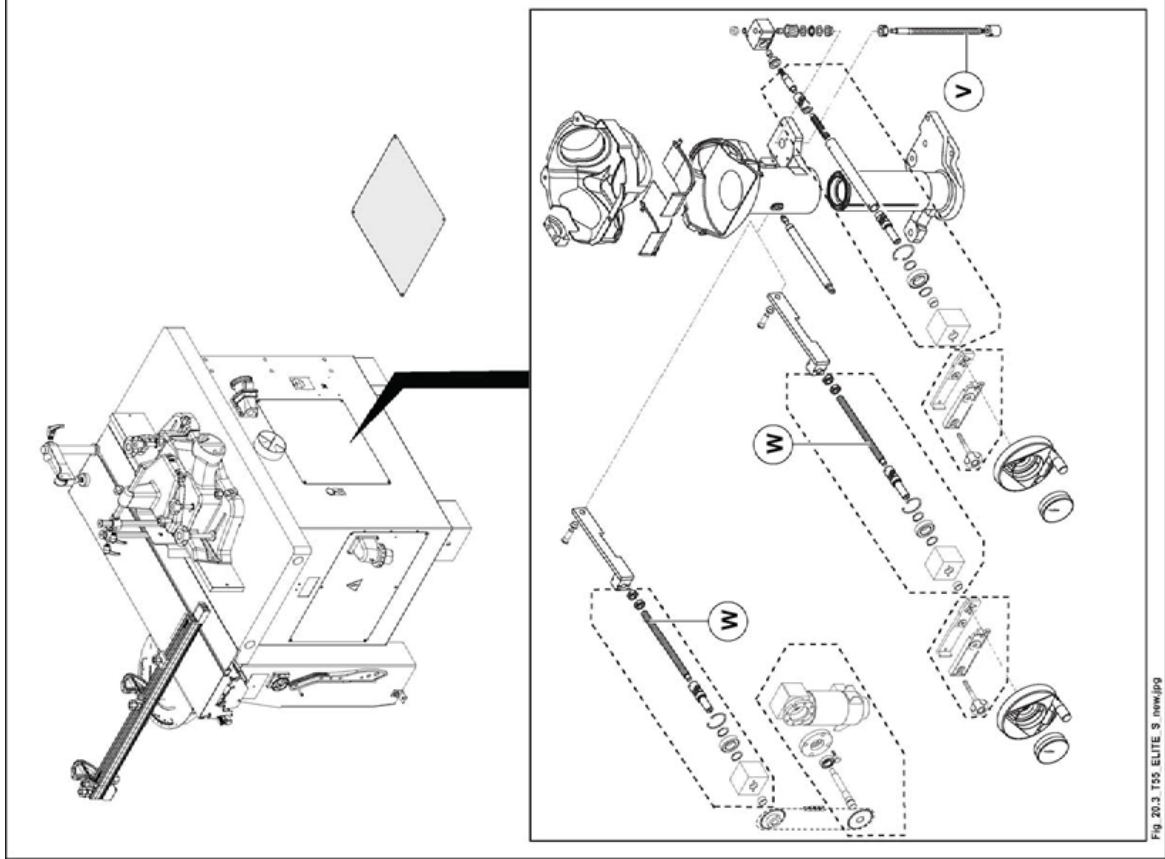

Abb. 20.3
- 4) Die Schraube (V Abb. 20.3) zum Heben des Frässlutters
- 5) Die Schraube zur Schrägstellung (W Abb. 20.3) der Frässpindel